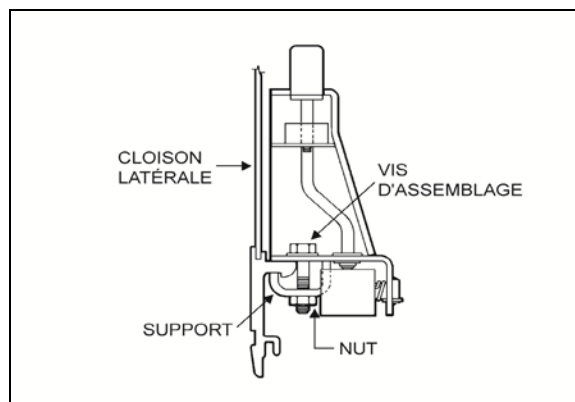
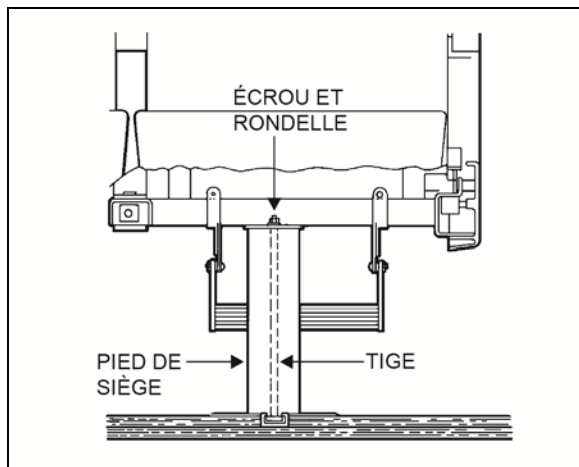

FIGURE 27: FIXATION AU MUR
FIGURE 28: SOCLE DE SIÈGE 18107
4. Retirer les deux vis d'assemblage, les deux écrous et les deux rondelles qui fixent le châssis de siège au mur et retenir les deux supports. Voir les Figure 27 et Figure 28.